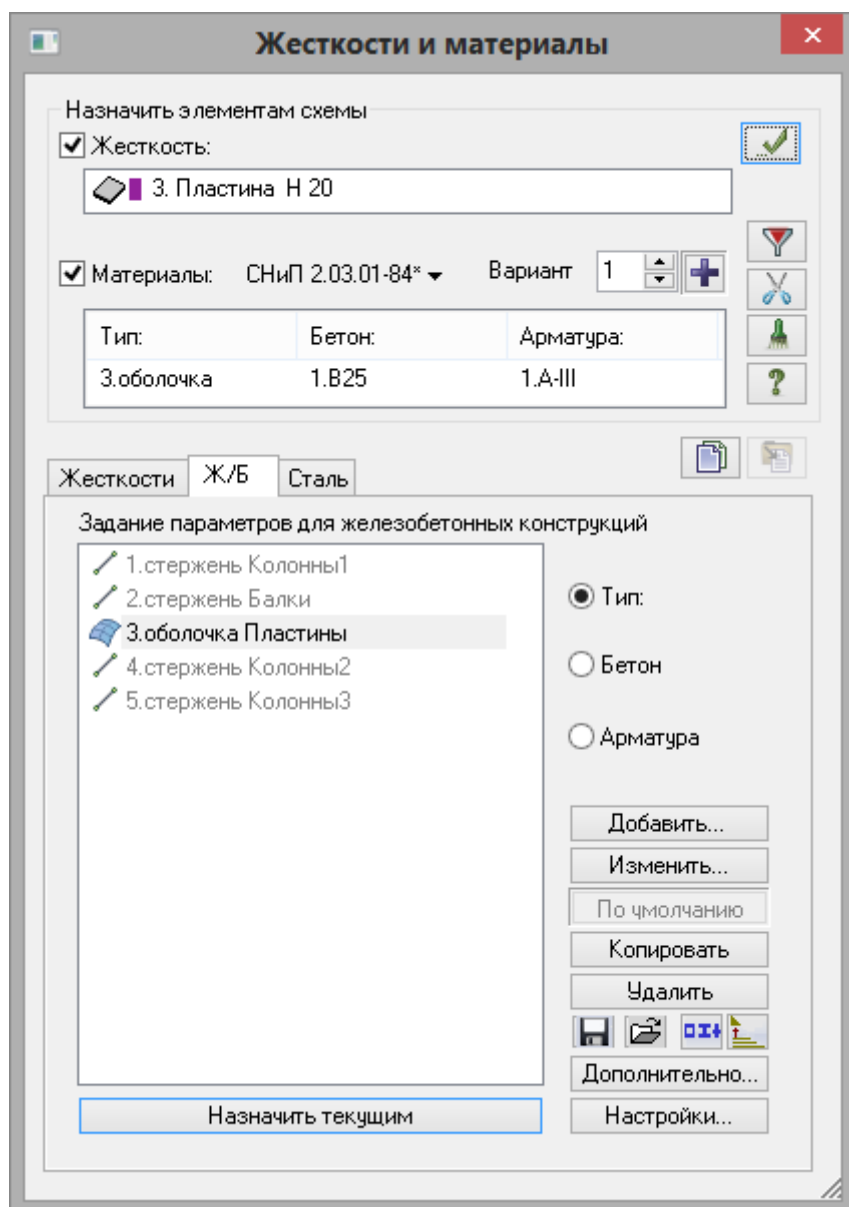

Рис.21.14. Диалоговое окно **Жесткости и материалы**
- В диалоговом окне **Жесткости и материалы** (рис.21.14), при включенной радиокнопке **Бетон**, в списке типов свойств бетонов выделите курсором строку **1.В25**.